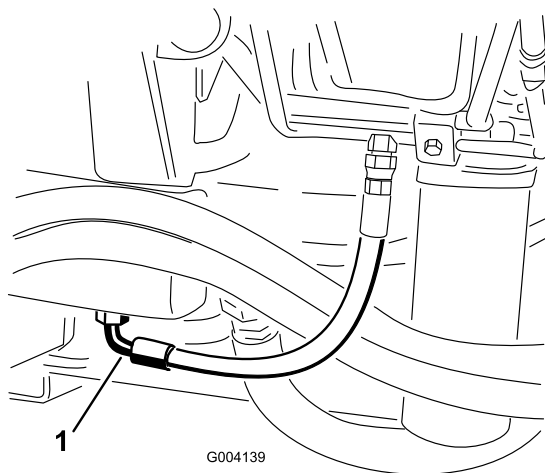

Figure 62
2. Placez un grand bac de vidange sous le raccord monté au bas du réservoir de liquide hydraulique (Figure 62).